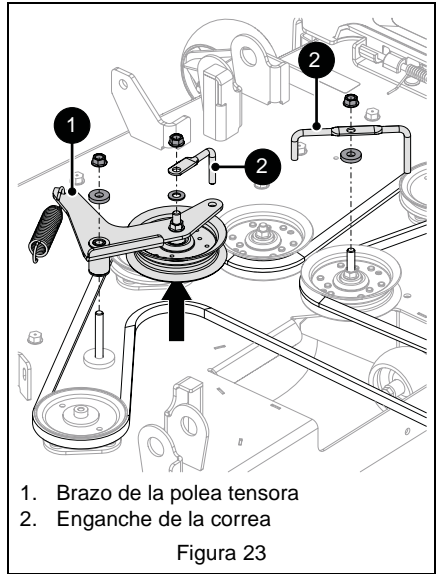

Figura 23
5. Extraiga la tornillería que sujeta el brazo de la polea tensora y dos guías de la correa de la plataforma de corte y saque el brazo de la polea tensora y las guías de la correa. Conserve todas las piezas para volver a instalarlas posteriormente. Consulte Figura 23.